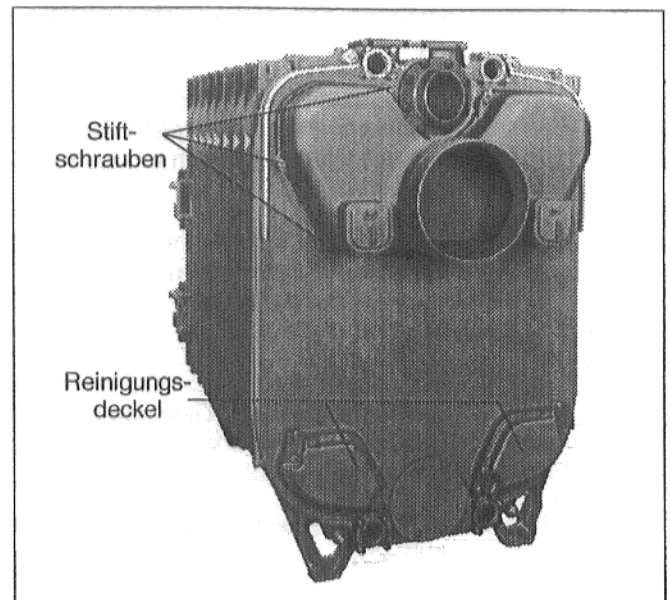

Abb. 23
- Abgassammler auf die in Abb. 23 gezeigten Stiftschrauben im Hinterglied des Kessels aufsetzen. Unterlegscheiben auf die Stiftschrauben aufschieben und den Abgassammler mit Muttern anschrauben.
- Reinigungsdeckel auf die in Abb. 23 zu sehenden Stiftschrauben aufsetzen, Unterlegscheiben auf die Stiftschrauben aufschieben und die Reinigungsdeckel mit Muttern anschrauben.